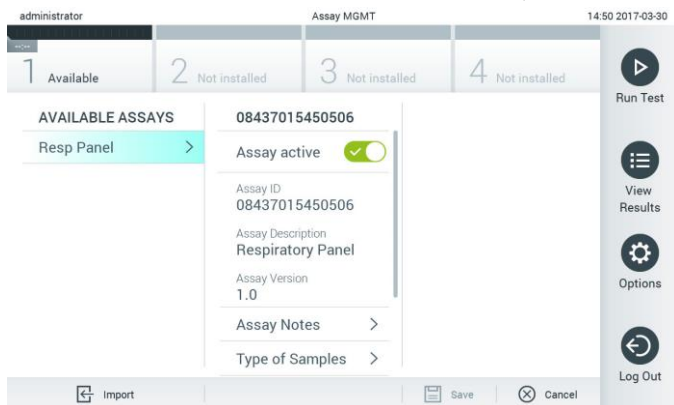

Figura 54. Gestionarea testelor disponibile.
1. Apăsați butonul **Options** (Opțiuni), apoi butonul **Assay Management** (Gestionarea testelor) pentru accesarea ecranului **Assay Management** (Gestionarea testelor). Testele disponibile sunt enumerate în prima coloană a zonei de conținut (Figura 54).